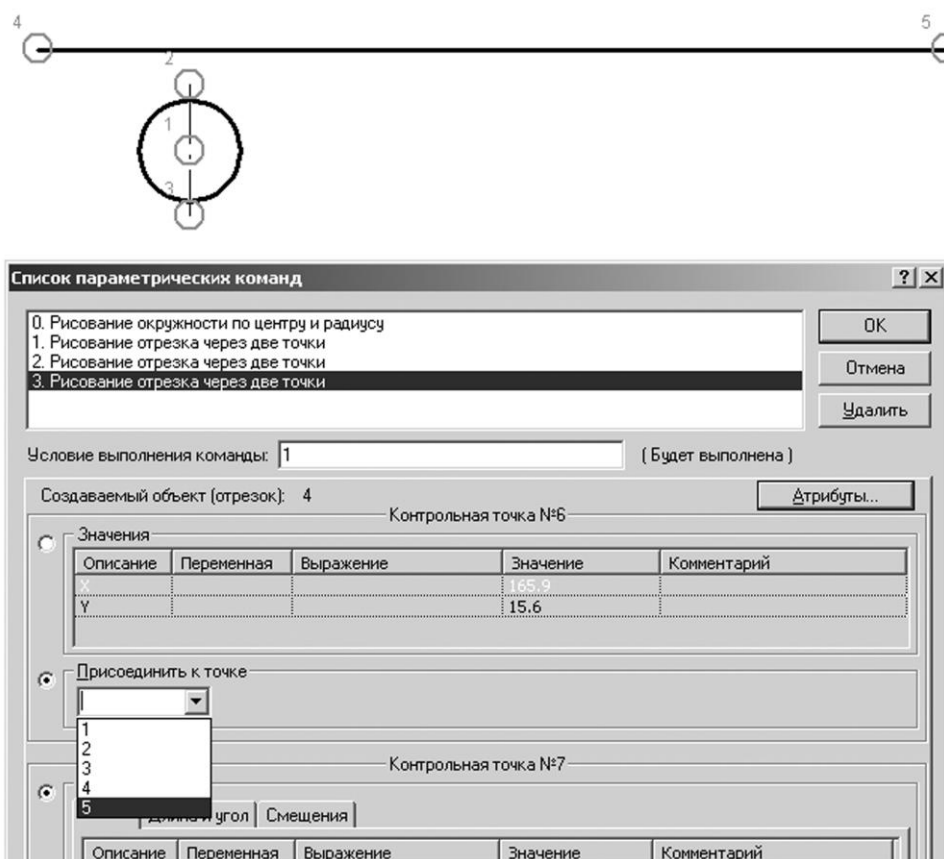

Рис. 1.2.6. Присоединения вертикального отрезка к точке
- Рядом строим правый вертикальный отрезок, который должен присоединяться к концу предыдущего отрезка. Поэтому начальную точку этого отрезка задаем не координатами, а указанием контрольной точки, в качестве которой выступает конечная точка предыдущего отрезка. Для этого ставим переключатель группы **Контрольная точка № 6** в положение **Присоединить к точке** и, нажав стрелку выпадающего списка, выбираем нужную контрольную точку объектов и их расположение на чертеже (рис. 1.2.6). Присоединяем начальную точку создаваемого отрезка к контрольной точке № 5.